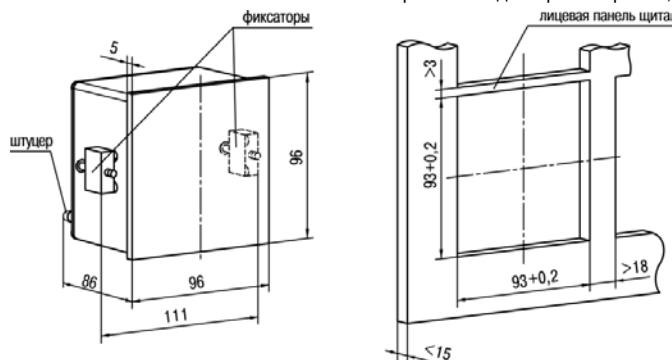
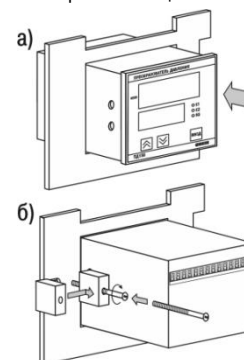

Рисунок 3 – Габаритные размеры преобразователя щитового крепления
Рисунок 4 – Монтаж преобразователя
3. Вставить преобразователь в специально подготовленное отверстие на лицевой панели щита (см. рисунок 3 и рисунок 4, а).
4. Вставить фиксаторы из комплекта поставки в отверстия на боковых стенках преобразователя (рисунок 4, б).